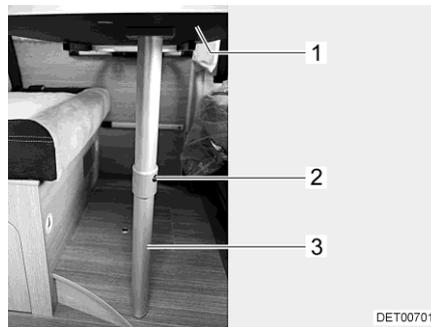

Fig. 57 Struttura di supporto letto
- Sollevare leggermente il piano del tavolo (Fig. 57,1) in avanti.
- Premere il bottone di sbloccaggio (Fig. 57,2) e ribaltare di 90° all'indietro la parte inferiore del supporto snodabile (Fig. 57,3).